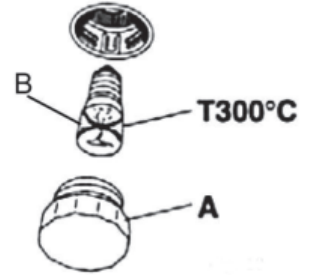

Рис. 10
- Снимите защитную крышку «А» (Рисунок 10).